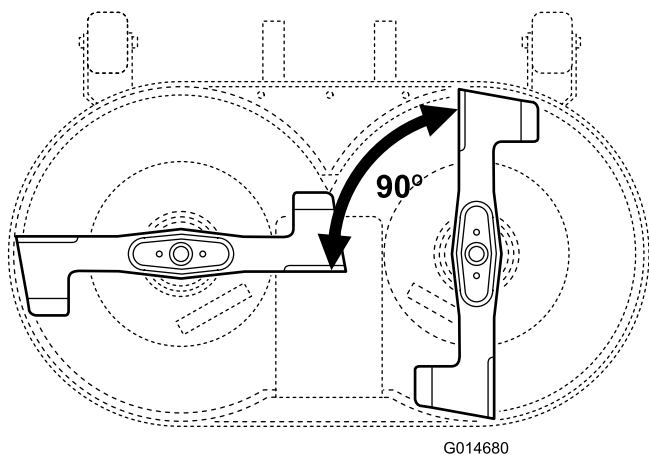

Figure 41
2. Placez les lames à 90° l'une de l'autre (Figure 41).